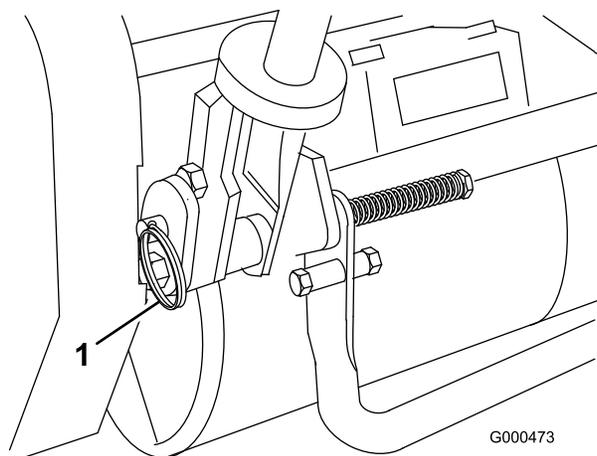

Figure 12
1. Retirez les goupilles fendues des axes de chape de chaque côté de la tondeuse (Figure 12).
2. Soutenez le guidon et retirez les axes de chape de chaque côté pour monter ou descendre le guidon à la hauteur voulue (Figure 12).